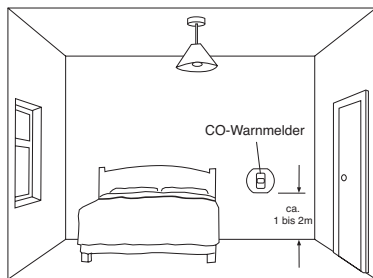

Abbildung 3
3.4 Bei Montage des CO-Warmmelders in einem Schlafzimmer oder in Räumen ohne Brennstätte (siehe Abb. 3)